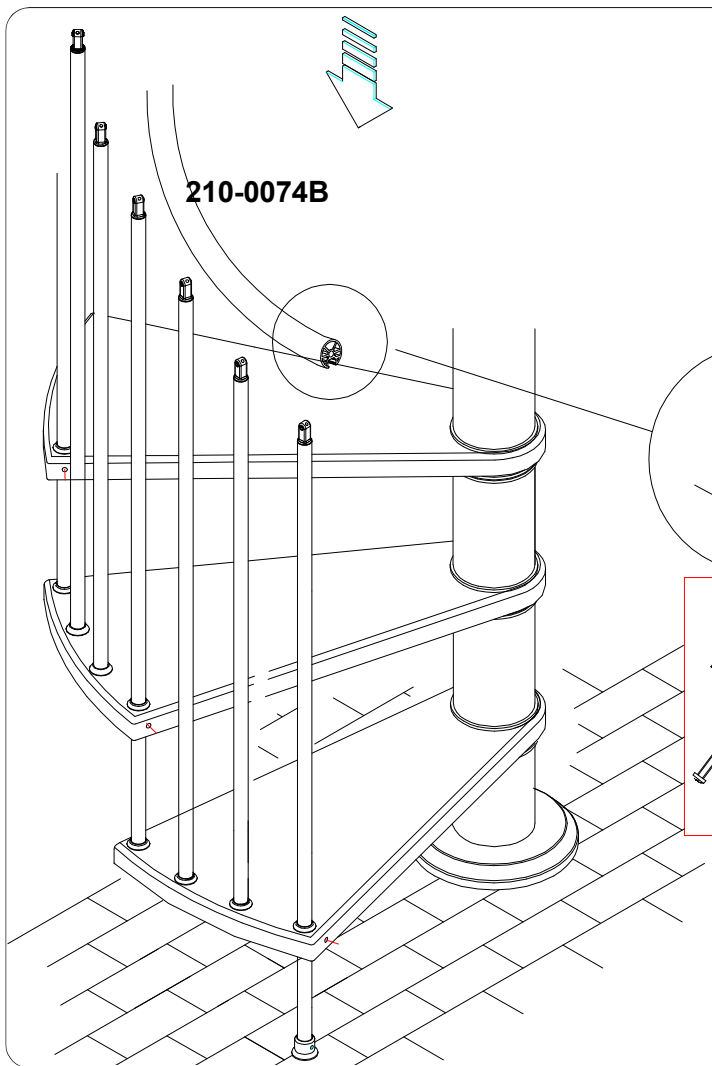

Fig. 28
- Partendo dall'alto, inserire nei copricolonna **210-0503** delle colonne di ogni gradino, la parte centrale del corrimano **210-0074B**, (dettaglio fig. 28) esercitando la necessaria pressione fino a sentire lo scatto dell'incastro, facendo attenzione a non procurarsi ustioni a causa della eccessiva temperatura dello stesso (eventualmente proteggersi le mani con guanti).
- Starting from above, insert the central part of the handrail **210-0074B** (detail fig. 28) into the **210-0503** column cover of the column of each step by making the necessary pressure until it snaps into positions. Avoid getting burnt because of the excessive handrail temperature (in case, wear gloves).
- En commençant par le haut, insérer la partie centrale de la main courante **210-0074B** dans les couvre-colonnes **210-0503** des colonnes de chaque marche (fig. 28) en exerçant la pression nécessaire jusqu'au déclic produit par l'encastrement. Faire aussi attention à éviter tout risque de brûlure en raison de la température élevée de la main courante (au besoin, endosser des gants pour protéger les mains).
- Von oben beginnend, in die Stangenabdeckungen **210-0503** der Geländerstange jeder Stufe den zentralen Teil des Handlaufs **210-0074B** stecken (Detail Abb. 28) und den notwendigen Druck ausüben, bis das Einrasten vernommen wird. Vorsichtig vorgehen, um Verbrennungen wegen der hohen Temperatur zu vermeiden (eventuell die Hände mit Handschuhen schützen).
- Desde arriba, introduzca en los cubrebalaustres **210-0503** de las columnas de cada peldaño, la parte central del pasamanos **210-0074B**, (detalle fig. 28) ejerciendo la presión necesaria hasta escuchar el sonido del encastre, con cuidado para no quemarse (protéjase las manos con guantes si es necesario).